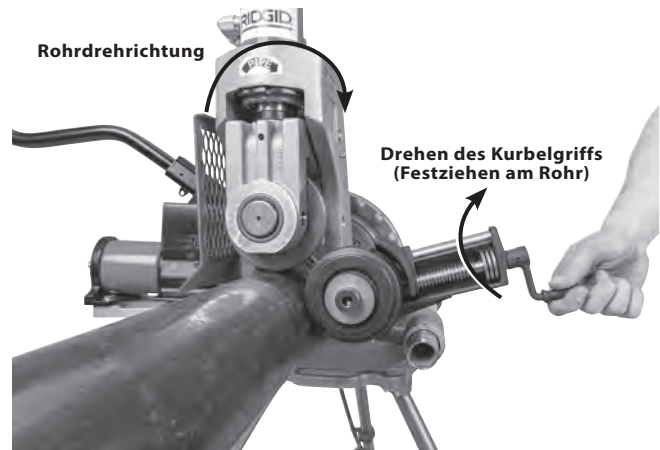

Abbildung 17 - Positionierung des Stabilisators
Der Stabilisator kann nur verwendet werden, wenn sich der Schalter REV/O-OFF/FOR (Rückwärts/Aus/Vorwärts) in der REV-Position (Rückwärtsdrehung) befindet (Rohrdrehung auf dem Nutgerät markiert, *Abbildung 17*). Wenn der Schalter REV/O-OFF/FOR (Rückwärts/Aus/Vorwärts) in der FOR-Position (Vorwärtsdrehung) verwendet wird, wird das Rohr spiralförmig aus den Nutrollen herausgeführt.
3. Drehen Sie den Kurbelgriff des Stabilisators, um die Rolle in Kontakt mit dem Rohr zu bringen. Drehen Sie den Kurbelgriff um eine weitere (1) Umdrehung, um die Rolle gegen das Rohr vorzuspannen (*Abbildung 17*). Greifen Sie nicht über das Rohr, um den Stabilisator einzustellen.